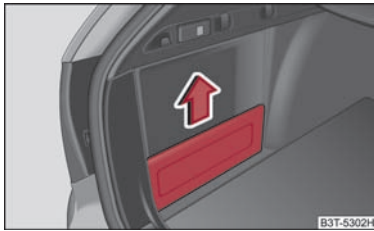

Abb. 120 Nicht schließbares Seitenfach
- Fassen Sie die Abdeckung am oberen Teil an und nehmen Sie diese vorsichtig in Pfeilrichtung ⇒ Abb. 120 heraus.